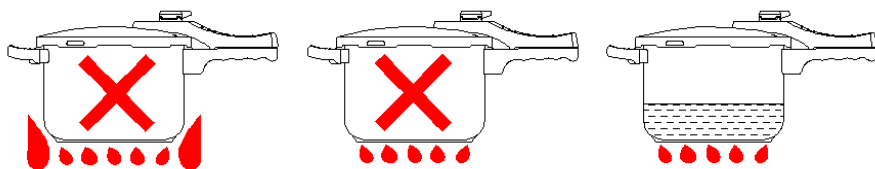

rys. 5
- Obróć pokrywę zgodnie z ruchem wskazówek zegara, aż zostanie pewnie i całkowicie zamknięta. (rys. 5).